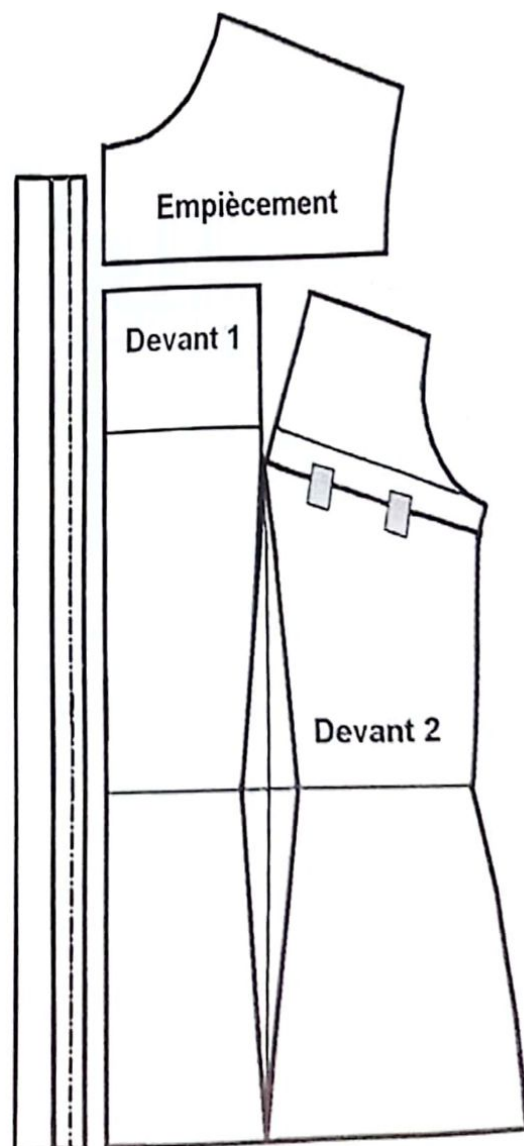

FIG. 2
- Découpez l'empiècement devant et fermez la pince de poitrine sur le côté en la scotchant (fig.2).